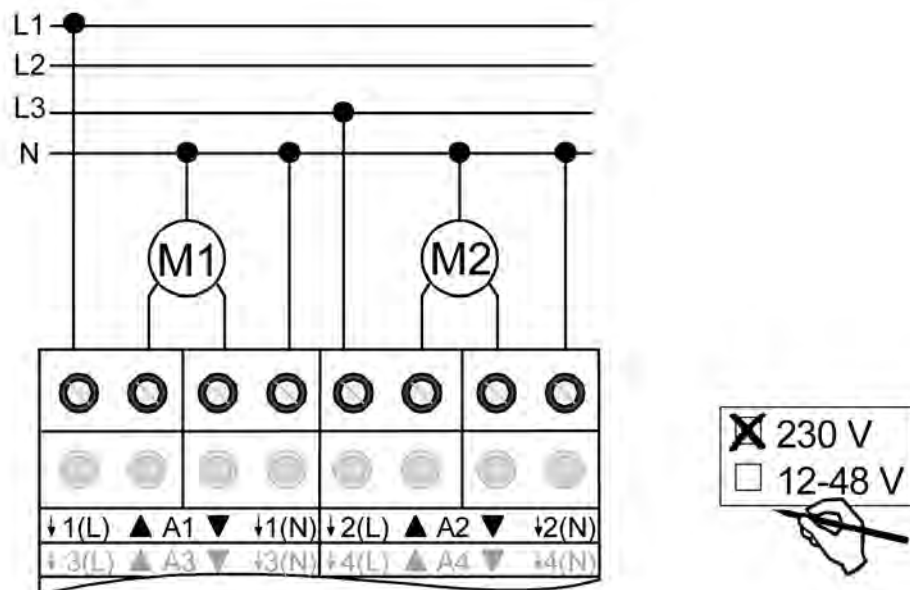

Bild 5: Elektrischer Anschluss für 230 V-Antriebsmotoren bei automatischer Endlagenerkennung
- Antriebsmotoren gemäß Anschluss-Beispiel anschließen (siehe Bild 5).